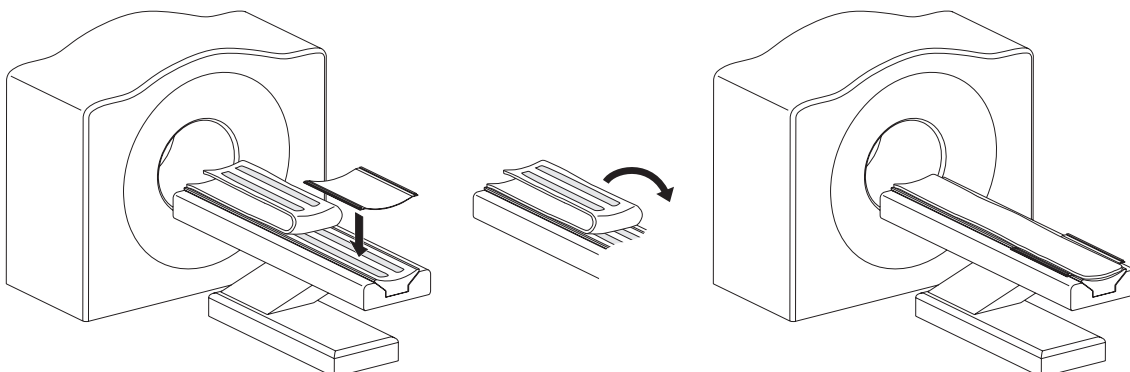

Abbildung 3-7: Installation einer NEUWAVE CT-Schienenhalterung
3. Falten Sie die Auflage des CT-Tisches wie in Abbildung 3-7 dargestellt zurück.